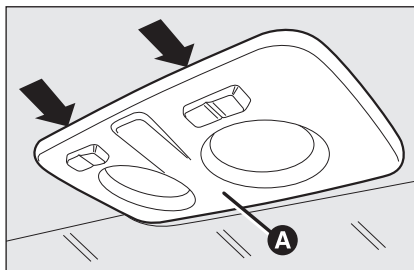
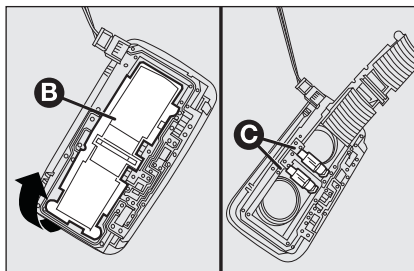

fig. 36
fig. 37
- ☐ intervenga en los puntos indicados por las flechas y quite la lámpara de techo **A-fig. 36**;
- ☐ abra la tapa de protección **B-fig. 37**;
- ☐ cierre la tapa **B-fig. 37** y fije la lámpara de techo **A-fig. 36** en su alojamiento asegurándose de que se bloquee.